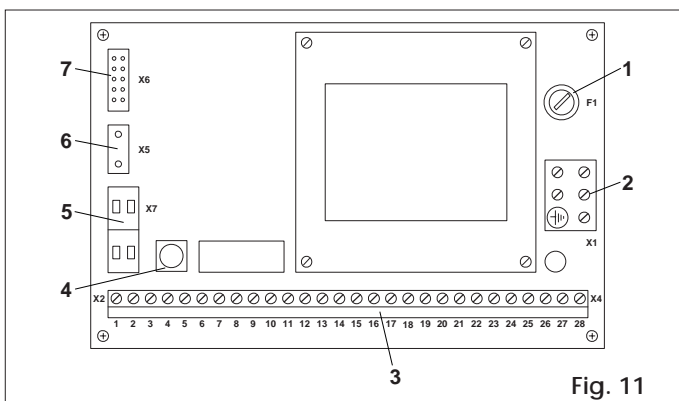

Fig. 11
Nota: para repetir el proceso de inicialización, pulsar el botón de REINICIALIZACIÓN (fig. 11-ref. 4) durante **más de cuatro segundos**.
6. EQUIPO ELECTRÓNICO DE MANDO 960 MP (fig. 11)